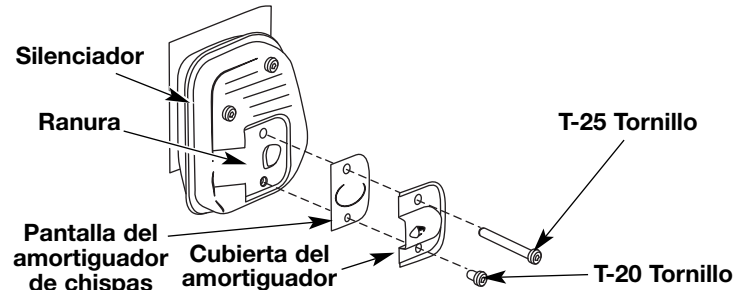

Fig. 36
2. Con un destornillador de vástago plano o broca Torx T20 y Torx T25, saque el 2 tornillo que conecta la cubierta del amortiguador de chispas al silenciador (Fig. 36).